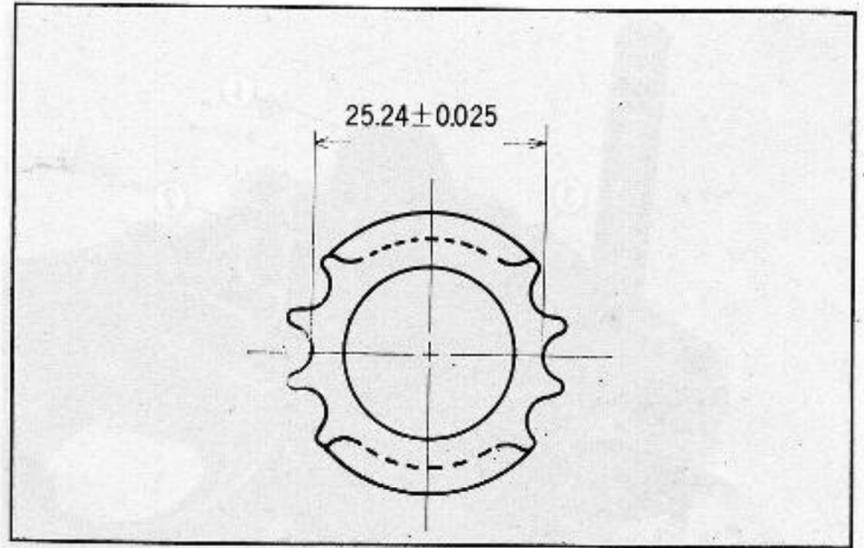

Abb. 3.76 Grundkreis-Durchmesser des Kurbelwellenantriebsritzels
(4) Linkes Kurbelwellenantriebsritzel, Grundkreis ϕ (Abb. 3.76)